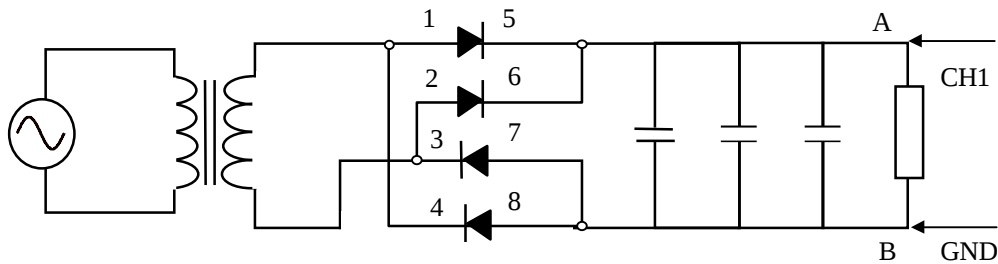

FIGURA 6.5 Filtrado de la señal utilizando condensadores
9. Realice el montaje de la figura 6.5